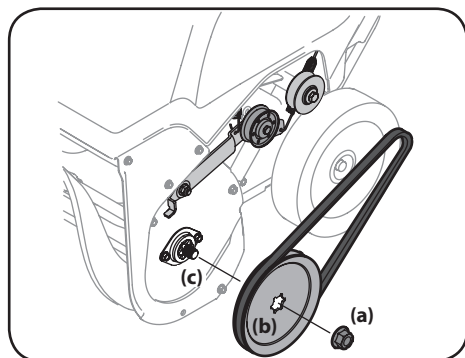

Figure 4-5
5. Retirez l'écrou à bride (a) qui fixe la poulie de la tarière (b) à l'arbre de la tarière (c). Voir Figure 4-5.